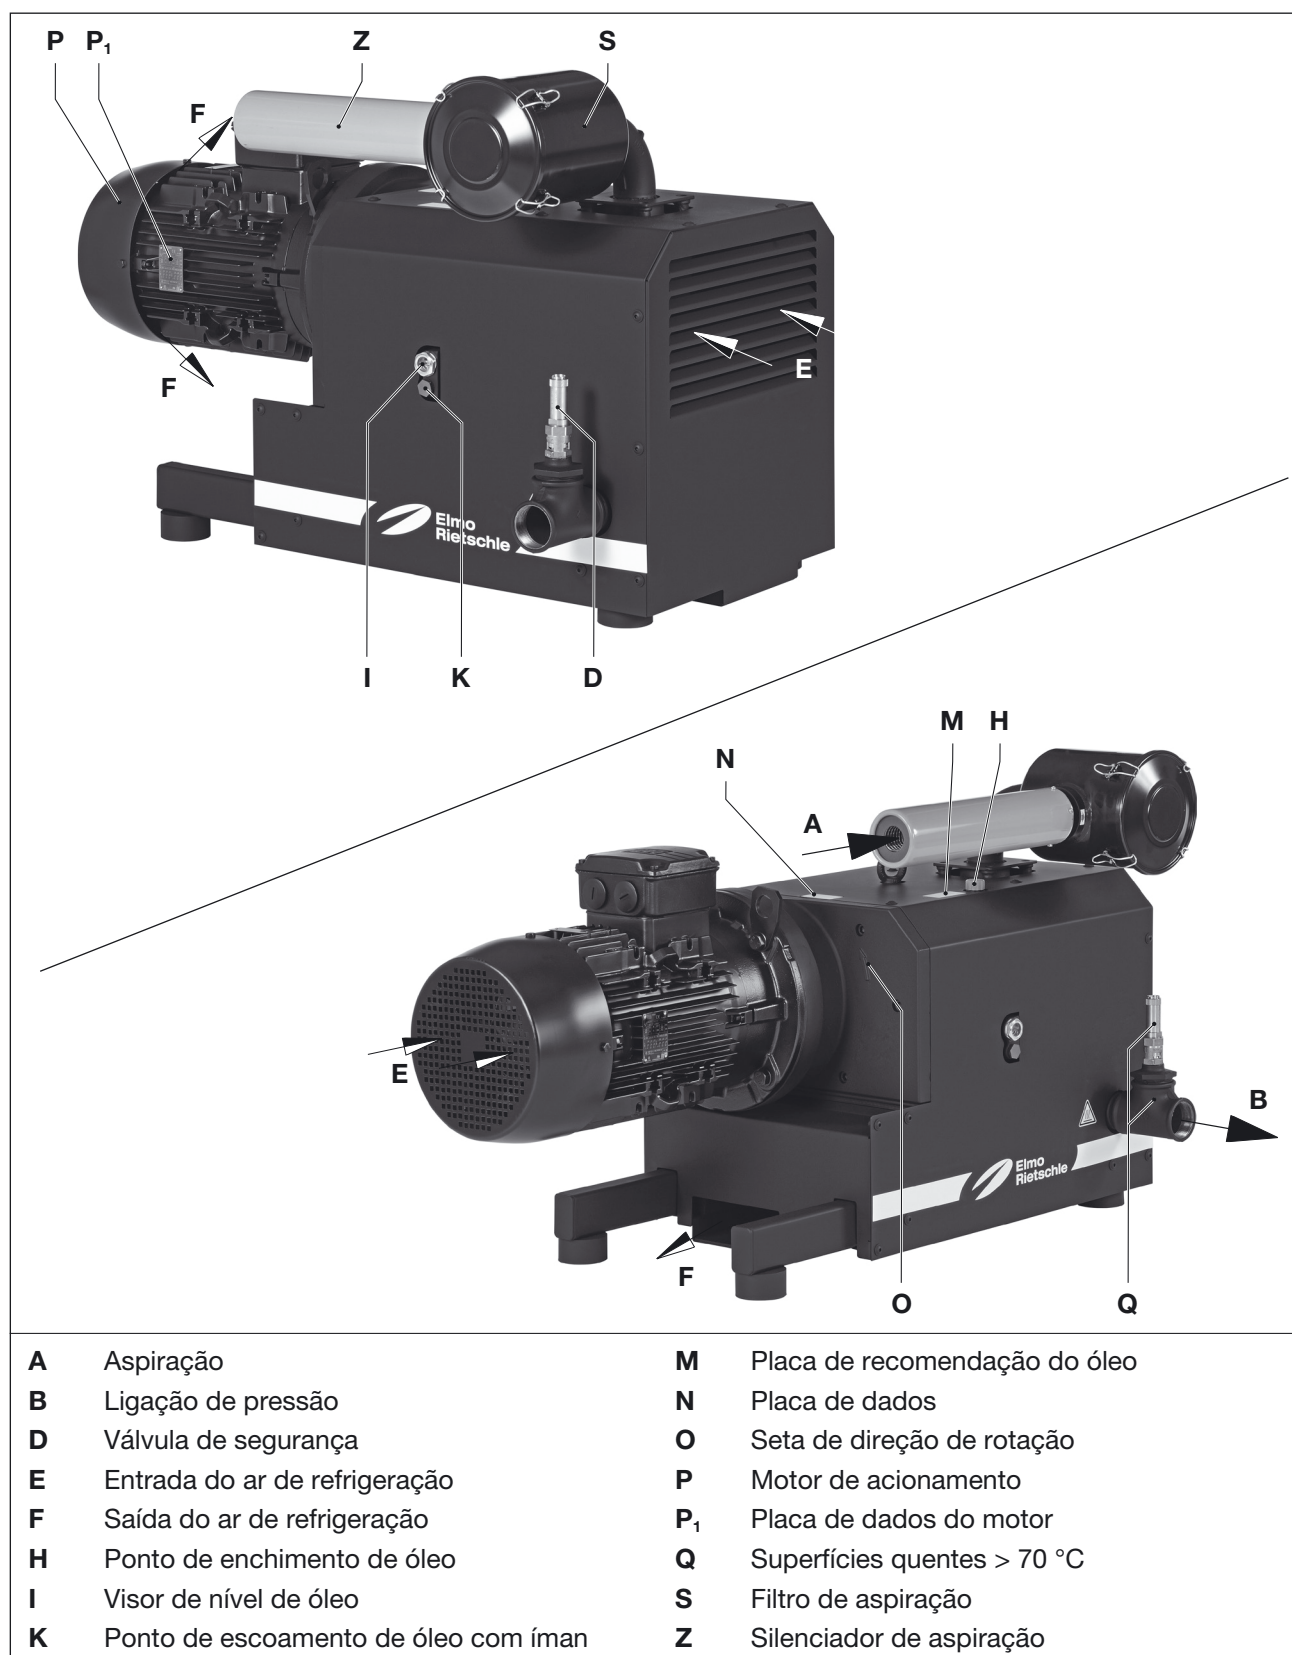

Fig. 2 Compressor C-DLR 301
- Deverá haver acesso fácil ao ponto de enchimento do óleo (Fig. 2/H), óculo de inspeção do óleo (Fig. 2/I) e descarga do óleo (Fig. 2/K).
A ligação de pressão encontra-se na parte lateral da máquina (Fig. 2/B).
- a) Retirar o bujão cego/película adesiva da aspiração (Fig. 2/A) e da ligação de pressão (Fig. 2/B).
- b) Ligar a tubagem à ligação de pressão (Fig. 2/B).
- a) Controlar o nível do óleo lubrificante no óculo de inspeção (Fig. 2/I) e reabastecer, se necessário.
- b) Encher com óleo lubrificante para rodas dentadas e mancais no ponto de enchimento do óleo (Fig. 2/H) até meio do óculo de inspeção (Fig. 2/I).
Os dados elétricos do motor estão indicados na placa de dados (Fig. 2/N) ou na placa de dados do motor (Fig. 2/P₁). Os motores estão em conformidade com a norma DIN EN 60034 e foram fabricados de acordo com a classe de proteção IP 55 e a classe de isolamento F. O respetivo diagrama de ligações encontra-se na caixa de terminais do motor (não aplicável na versão com ligação com ficha).
- b) O sentido de rotação do motor deve estar de acordo com a seta do sentido de rotação (Fig. 2/O) no flange do motor. Verificar o sentido de rotação!